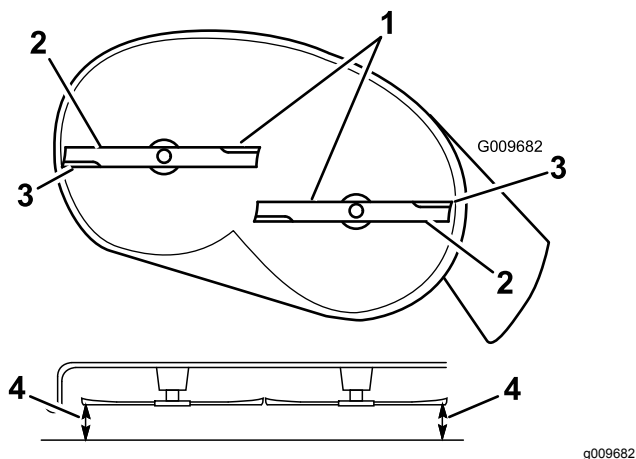
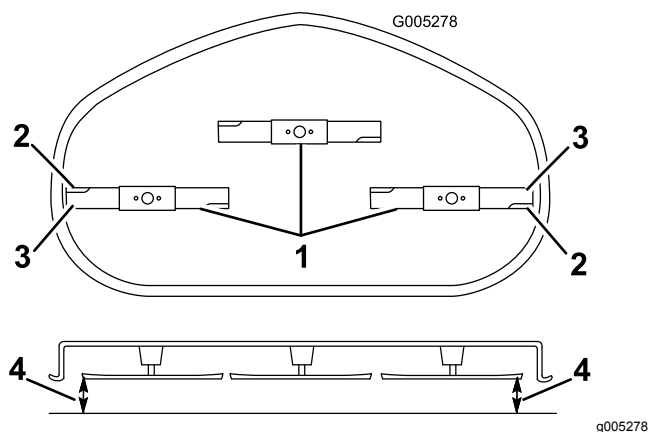

Figure 69
Figure 70
4. Faites pivoter les lames avec précaution pour qu'elles soient toutes parallèles (Figure 69 et Figure 70).
- Mesurez la distance entre les tranchants extérieurs et la surface plane (Figure 69 et Figure 70).